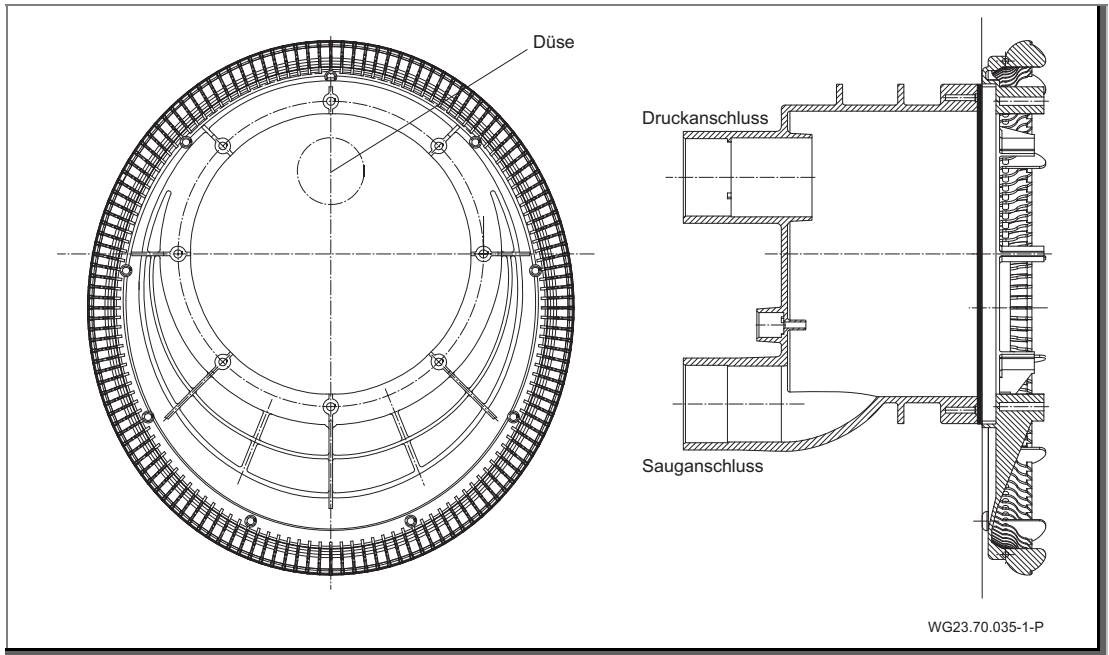
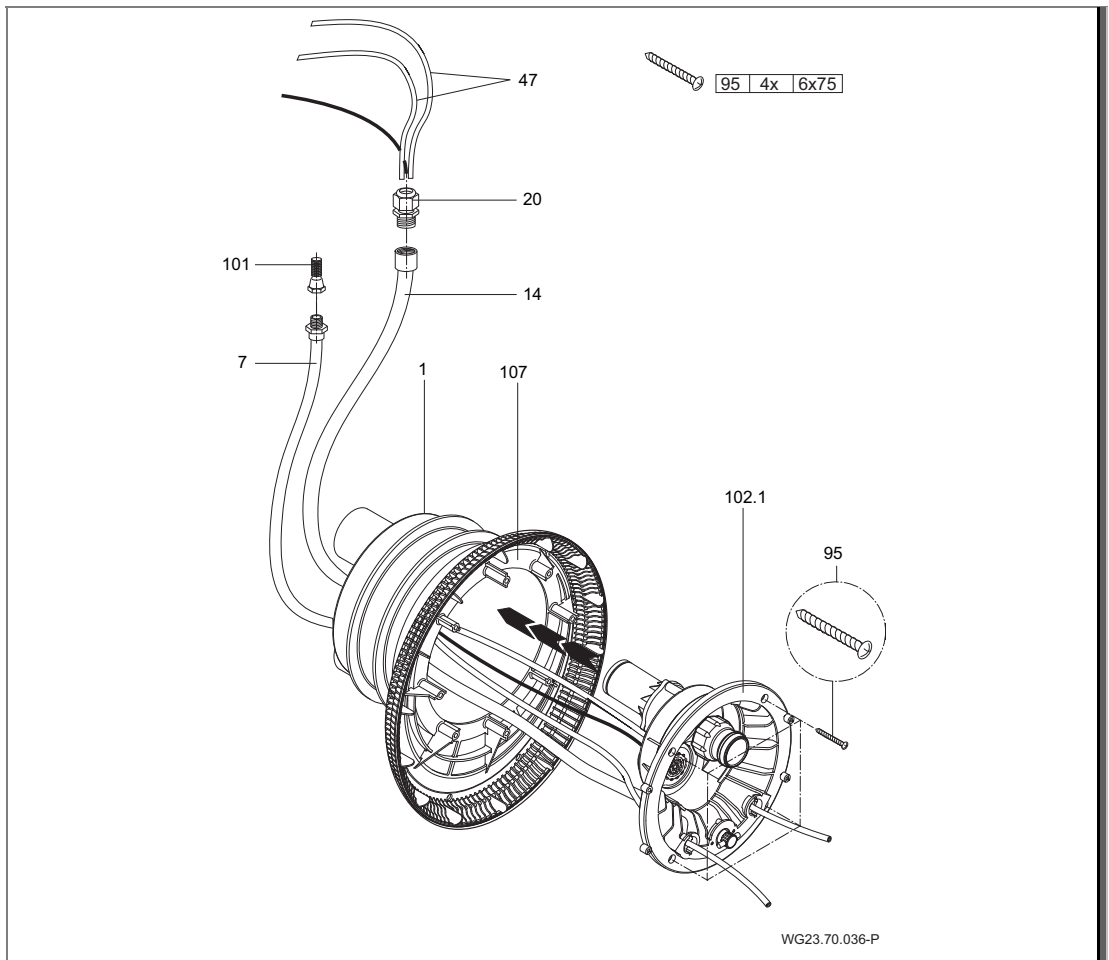
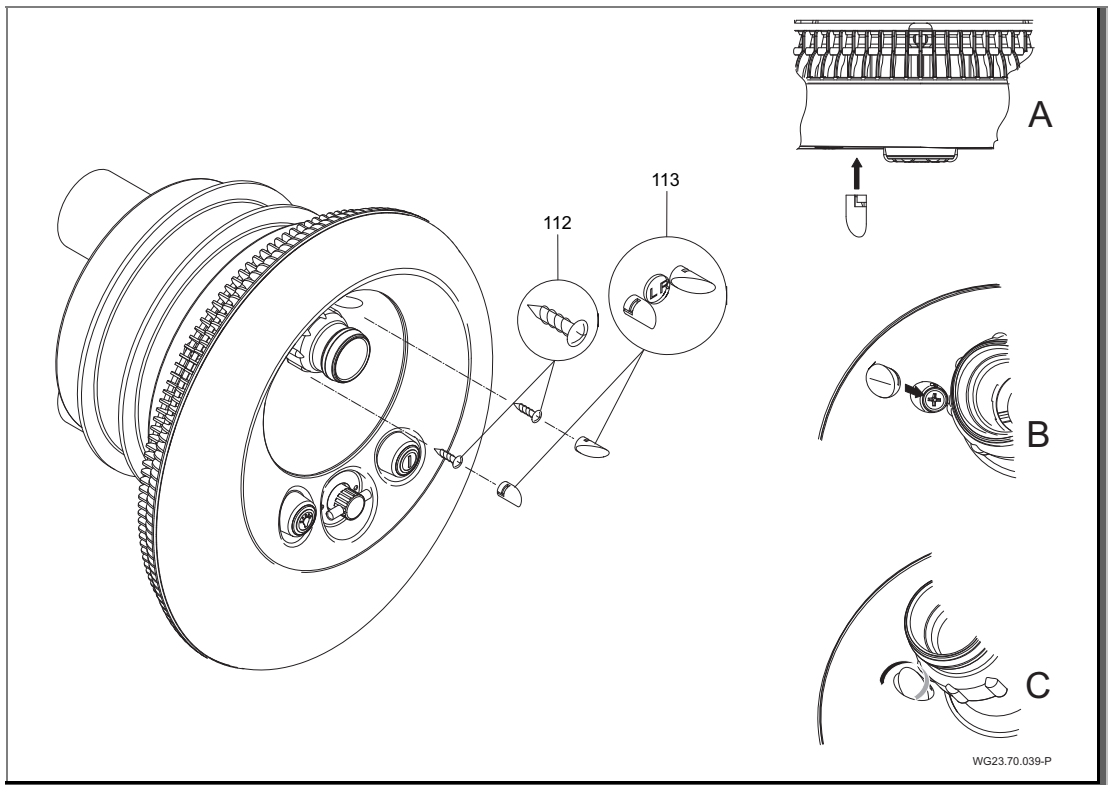

Abb. 16
Abb. 17
Abb. 20
2. Ansauggehäuse (107) am Spannring aufsetzen. Auf Einbaulage achten. (Abb. 16)
3. Düsengehäuse (102.1) am Einbaugesäuse (1) ansetzen.
4. Pneumatikschläuche und Kabel des Scheinwerfers durch den Schutzschlauch (14) führen und mit der Kabelverschraubung (20) abdichten.
5. Luftleitung mit der Klemme (8) am werkseitig montierten Luftregler (21) befestigen.
6. Düsengehäuse (102.1) mit vier Schneidschrauben (95) am Einbaugesäuse befestigen. (Abb. 17)
- Die Zierkappen wie in Abb. 16 A–C in der Lichtabdeckung (110) befestigen. Richtige Zierkappen für links (L) und rechts (R) verwenden. (Abb. 20)
1. Kabelverschraubung (20) lösen.
4. Abdeckung (113) entriegeln. Siehe "Abb. 20" auf Seite 35.
5. Schraube (112) lösen und Lichtabdeckung (110) entfernen.
6. Schrauben (49) lösen und Edelstahlblende (93) entfernen.
7. Schrauben (95) lösen und Ansauggehäuse (107) entfernen.
8. Schrauben (52) lösen, Spannring (28) und Spannringdichtung (27) abnehmen.